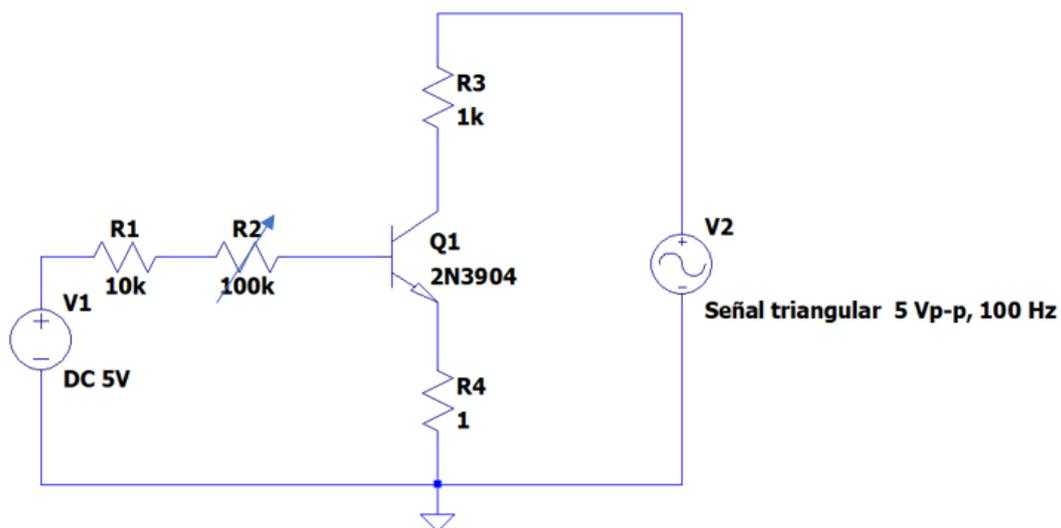

Figura 6. Circuito Emisor Común.
- 5.4 Implementar el circuito de la Figura 6, y con ayuda del instructor obtener las curvas características de salida que presenta el TBJ en la configuración de Emisor Común.